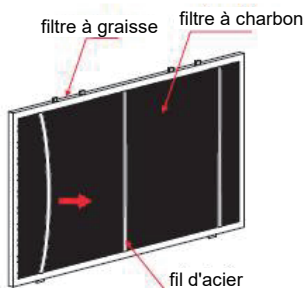

Fig. 1
2. Retirez le fil d'acier en appliquant une force appropriée, comme illustré sur la Fig. 1